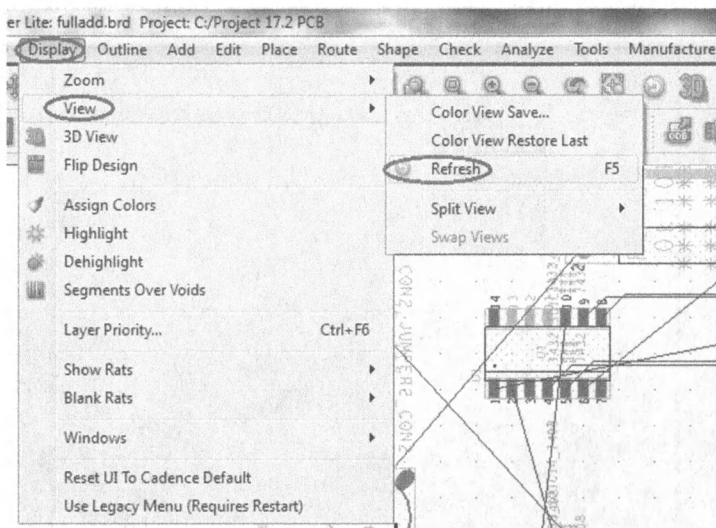

Рис. 21.23. Обновление экрана
7. Выберите Refresh из меню View, чтобы обновить экран (рис. 21.23).